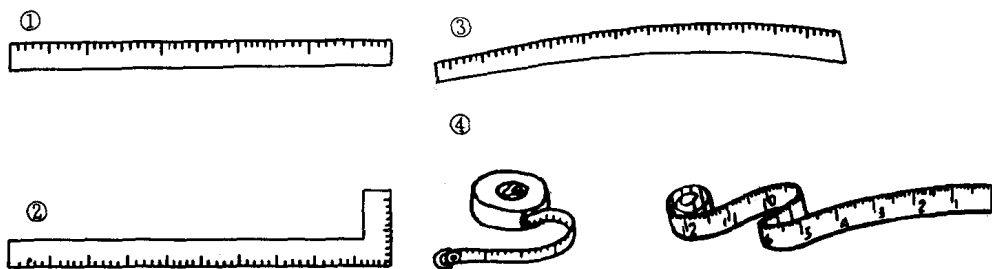

图 1-1
测量长度或画线时使用的尺子。长度有 20 厘米、30 厘米、60 厘米、100 厘米等多种规格(见图 1-1①)。
画直角线、垂直线时使用的尺子(见图 1-1②)。
画领窝、袖窿、裆弯以及其它曲线时使用的尺子(见图 1-1③)。
测量人体尺寸或测量曲线长度时使用的带状软尺或卷尺(见图 1-1④)。